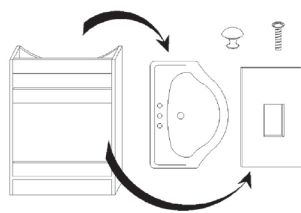

Fig. 2
2. Carefully remove the sink and shelf from the cabinet. See Fig. 2
2. Retirez avec précaution l'évier et la tablette de l'armoire. Voir la figure 2.
2. Con mucho cuidado, retire el lavabo y el estante del armario. Ver fig. 2.